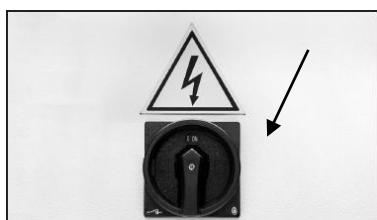

Рис. 22. Основной переключатель питания в положении Вкл. (ON).
- Подключите станок к питанию, с задней стороны передней бабки поверните основной переключатель питания в положение Вкл. (ON) (рис. 22).